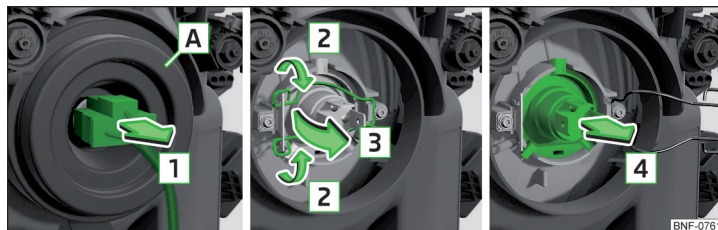

Fig. 172 Mudar a lâmpada incandescente dos médios e máximos
- Extrair a ficha da lâmpada incandescente no sentido da seta **1** » Fig. 172.
- Pressionar o estribo de segurança no sentido do farol e, em seguida, desengate-o no sentido das setas **2** » Fig. 172.